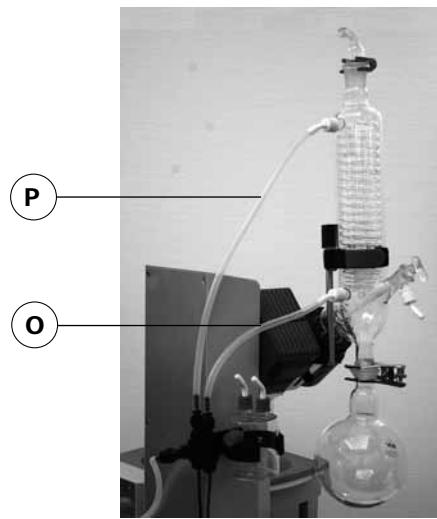

Fig. 17
☞ Conecte las mangueras de agua en el refrigerador de vidrio (manguera corta (O) = salida abajo, manguera larga (P) = entrada arriba) y fija las mangueras (Fig. 17).